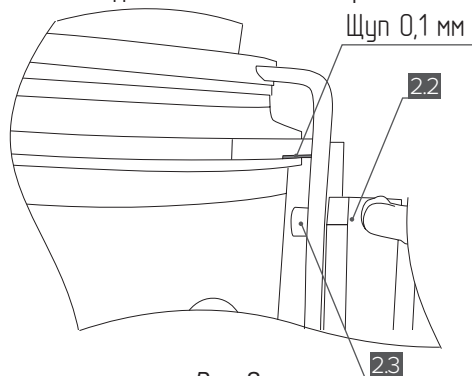

Рис. 8
5. от нижнего края фланца. Зафиксируйте актуатор [2.2] при помощи болтов M4x10 [2.3] В, как показано на **рис. 8**